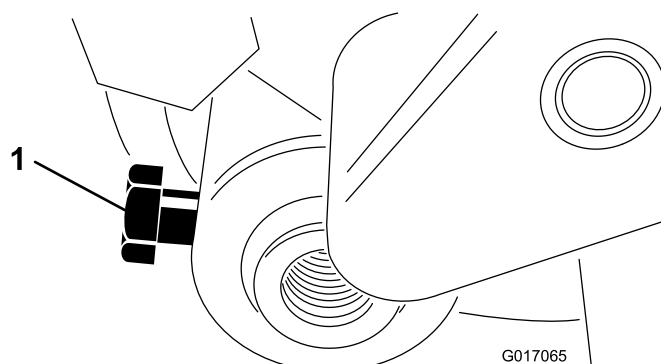

Figura 12
24. Inserite l'albero del rullo nel braccio regolatore sinistro e fissatelo con un bullone (Figura 12).
32. Centrate il rullo tra i bracci regolatori e fissate i bulloni di fissaggio (**Figura 12**).